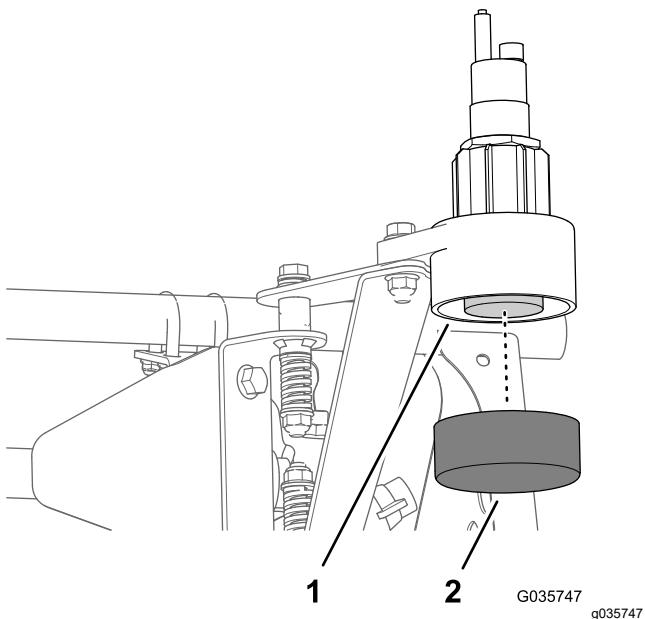

Figura 46
1. Montate il tappo sulla parte inferiore del vano inferiore (Figura 46).